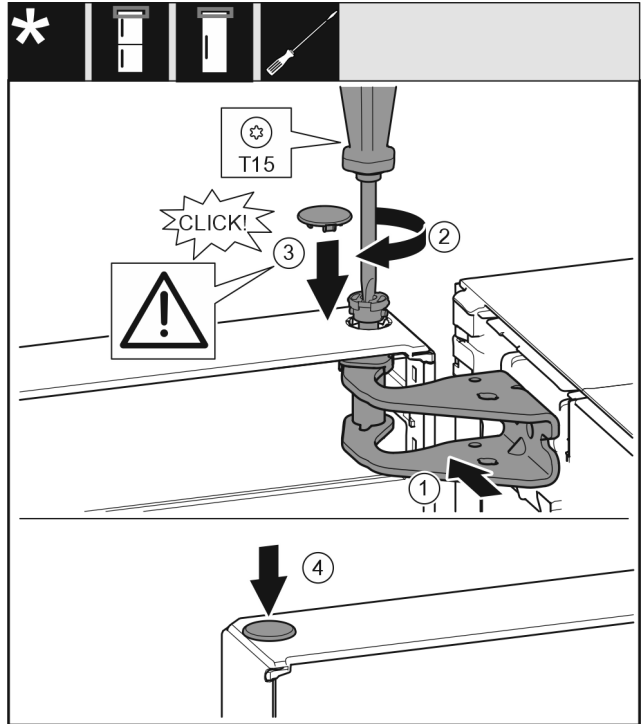

Fig. 19
- ▶ Tür oben zur Öffnung im Lagerbock Fig. 19 (1) ausrichten.
- ▶ Bolzen Fig. 19 (2) einsetzen und mit Schraubendreher festschrauben.
- ▶ Abdeckung Fig. 19 (3) einsetzen.
- ▶ Kontrollieren, dass die Abdeckung Fig. 19 (3) auf der Tür aufliegt.
- ▶ Abdeckung Fig. 19 (4) einsetzen.